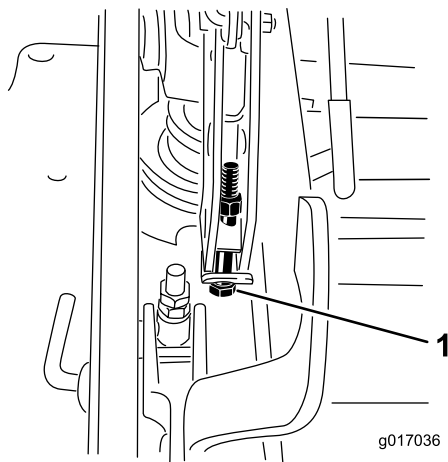

図 73
13. デッキが低すぎる場合には、シングルポイント調整ボルトを右に回して締める。デッキが高すぎる場合には、シングルポイント調整ボルトを左に回してゆるめる（図 73）。